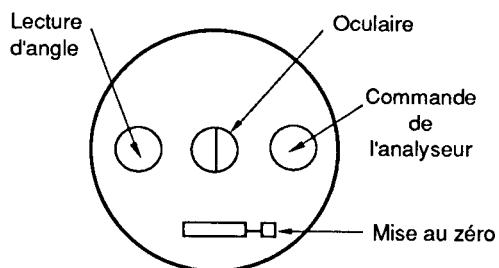

Figure 5
- le tube polarimétrique rempli de solvant inactif (eau) étant en place, on met au point l'oculaire (fig.5) pour voir nettement la ligne de séparation des plages (de couleur orangée) (fig.6), puis on fait tourner l'analyseur (par la commande de l'analyseur) pour obtenir l'équipénombre (figure centrale).